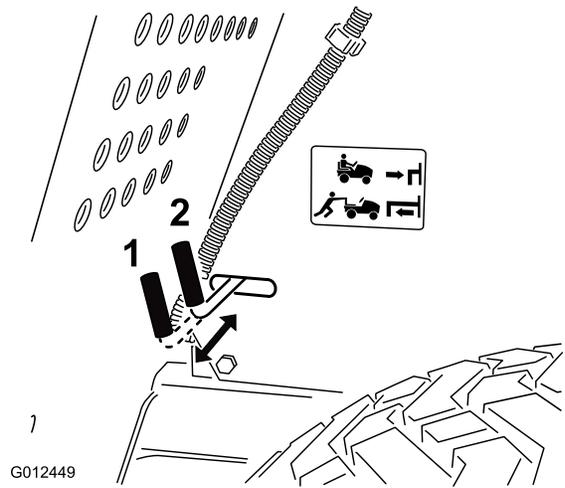

Figura 13
Nota: Esto desengrana el sistema de tracción y permite que las ruedas giren libremente (Figura 13).
2. Tire del control de tracción a la posición de Funcionamiento (Figura 13) para engranar el sistema de tracción.